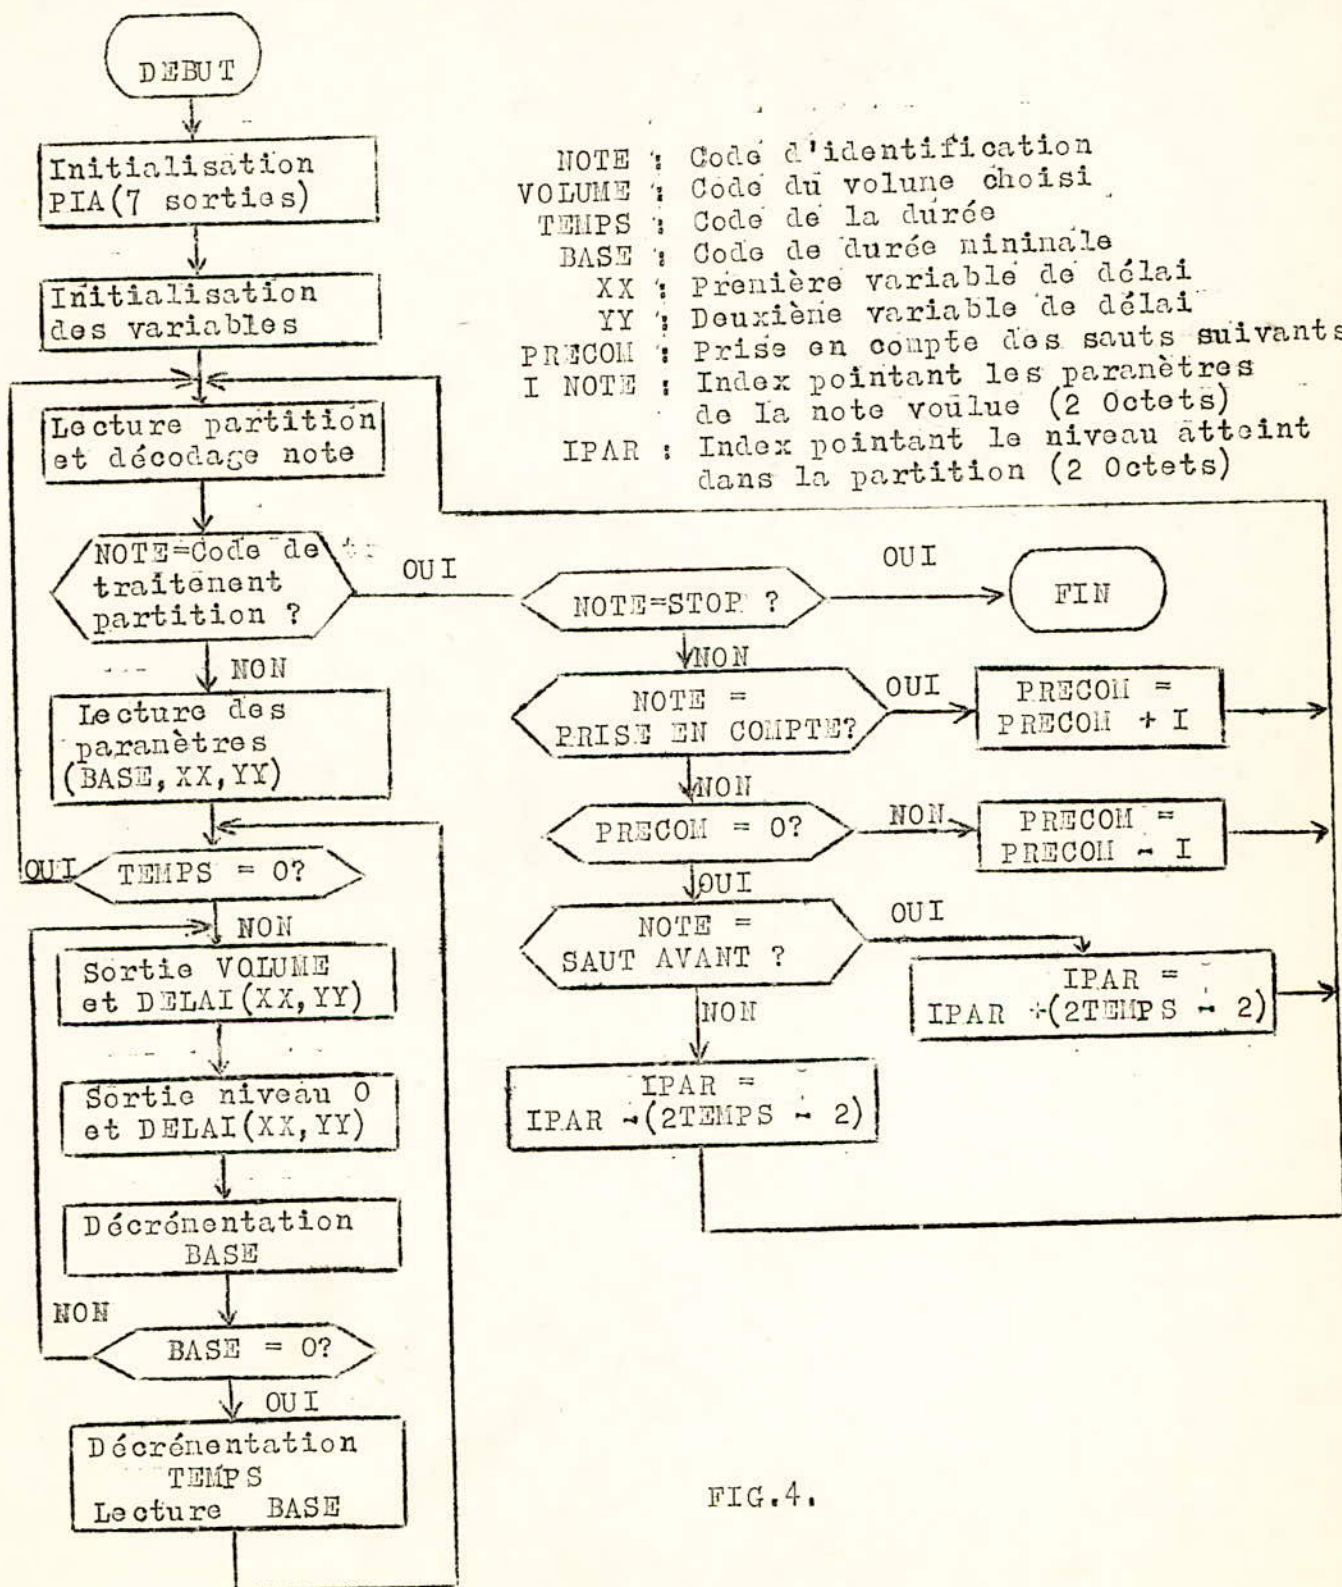

FIG.4.
1. Organigramme général : (voir figure 4)
Le programme de la figure 4 peut émettre des sons de volume réglable. Il existe 8 niveaux, codés de 0 à 7. Il s'agit d'injecter un courant variable avec le niveau choisi, dans la charge représentée par le haut-parleur de 8Ω.